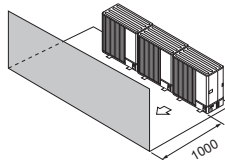

Fig. 2-17
- (3) Obstrucción o superficie cerrada solo en la parte frontal (Fig. 2-17)